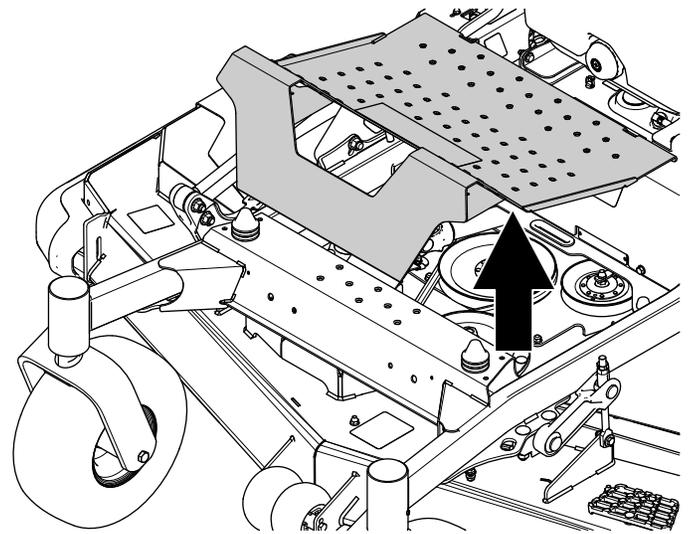

Bild 10
1. Entfernen Sie die Bodenwanne (Bild 10).